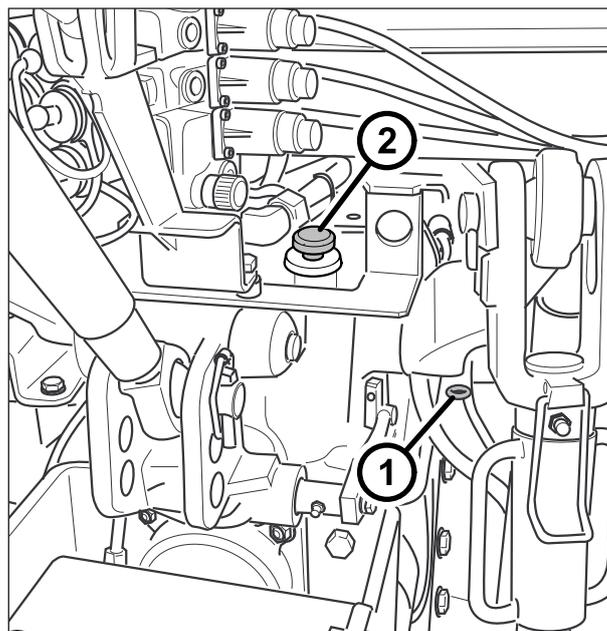

Abb.7-29
**ACHTUNG:** Beim Arbeiten mit dem Traktor auf stark abschüssigem Gelände **MUSS** der Ölstand im Getriebe **MINDESTENS DEN HÖCHSTSTAND AUFWEISEN**, der auf dem Ölmesstab (1) angegeben ist.
**Anderenfalls Öl der vorgeschriebenen Sorte durch den Einfüllstopfen (2) nachfüllen.**
- 2 - Den Einfüllstopfen (2 - Abb. 7-29) abnehmen.